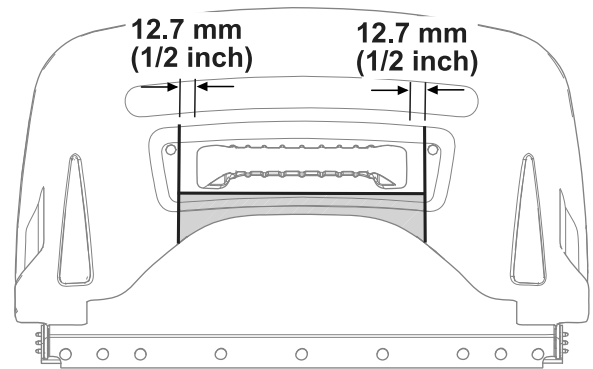

Bild 17
1. Verwenden Sie den Korbgriff als Schablone und zeichnen Sie eine parallele Linie entlang der Vorderseite des Griffs (Bild 17).
2. Messen von jeder Seite des Griffs 12,7 mm nach außen und zeichnen Sie zwei Linien senkrecht zu der zuvor in Schritt 1 gezeichneten Linie (Bild 17).
4. Schneiden Sie den in Bild 17 grau schraffierten Bereich entlang der gezeichneten Linien aus.